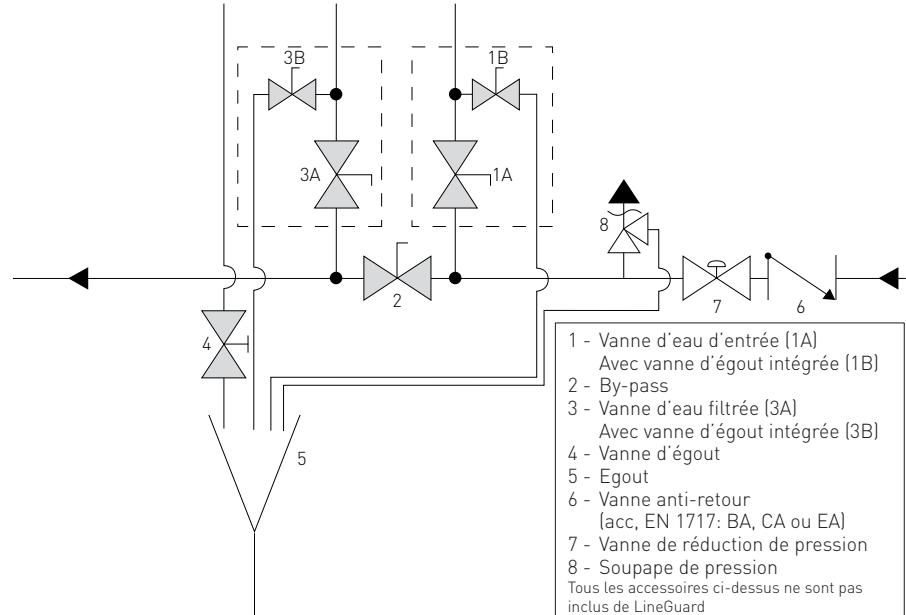

Figure 2: Schéma de tuyauterie partiel
Une vanne de fermeture doit être placée directement sur l'entrée d'eau et sur la ligne d'eau filtrée du lineguard (figure 2, position 1 and 3). Une vanne de fermeture avec une vanne de mise à l'égout intégrée est recommandée pour faciliter l'installation.
- Fermez les vannes (figure 2, position 1A/2A/3A).
- Si la capacité d'égout est trop basse, l'eau sortira de l'égout. Ajustez la vanne d'égout (4) Pour empêcher cela. Assurez vous de sceller la vanne par la suite.